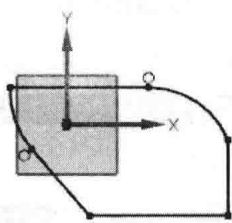

图 1.1.2 草图轮廓
Step2. 选择下拉菜单 **插入(I)** → **在任务环境中绘制草图(V)** 命令，选择 XY 平面为草图平面，单击 **确定** 按钮，系统进入草图环境。选择下拉菜单 **插入(I)** → **曲线(C)** → **轮廓(O)** 命令，绘制图 1.1.2 所示的草图轮廓。